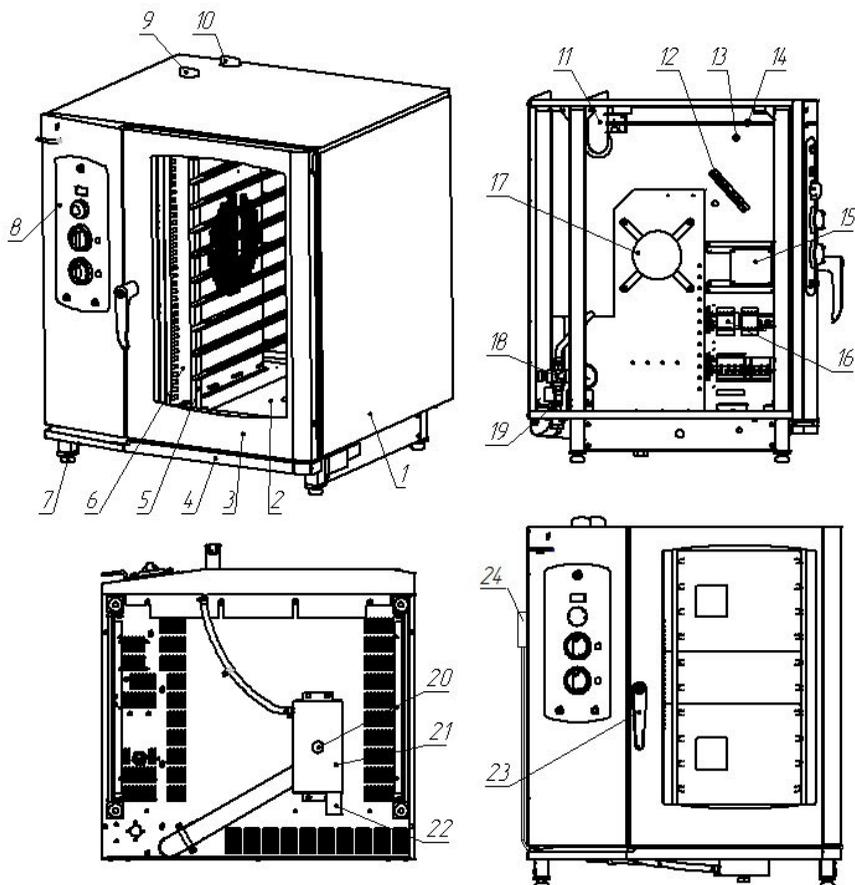

Рис.1. Пароконвектомат «Рубикон» АПК10-1/1-И.
Изделие состоит из корпуса (1) (Рис.1), рабочей камеры (2), закрываемой дверью (3). Под дверью расположен лоток (4) для сбора конденсата. На передней части корпуса расположена панель управления (8). В рабочей камере расположены держатели полок (5), которые легко снимаются для обеспечения уборки рабочей камеры.
5.2. Убедиться, что сливная пробка (20) в нижней части коллектора (рис.1) установлена и плотно затянута.